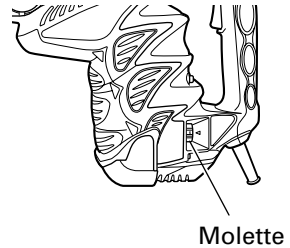

Fig. 3
- (3) Tirer sur l'outil pour s'assurer qu'il est bien verrouillé à fond.
- (4) Pour retirer l'outil, tirer complètement l'attache coulissante dans le sens de la flèche et sortir l'outil.
7. Réglage du nombre de rotations et de percussion (Fig. 3)